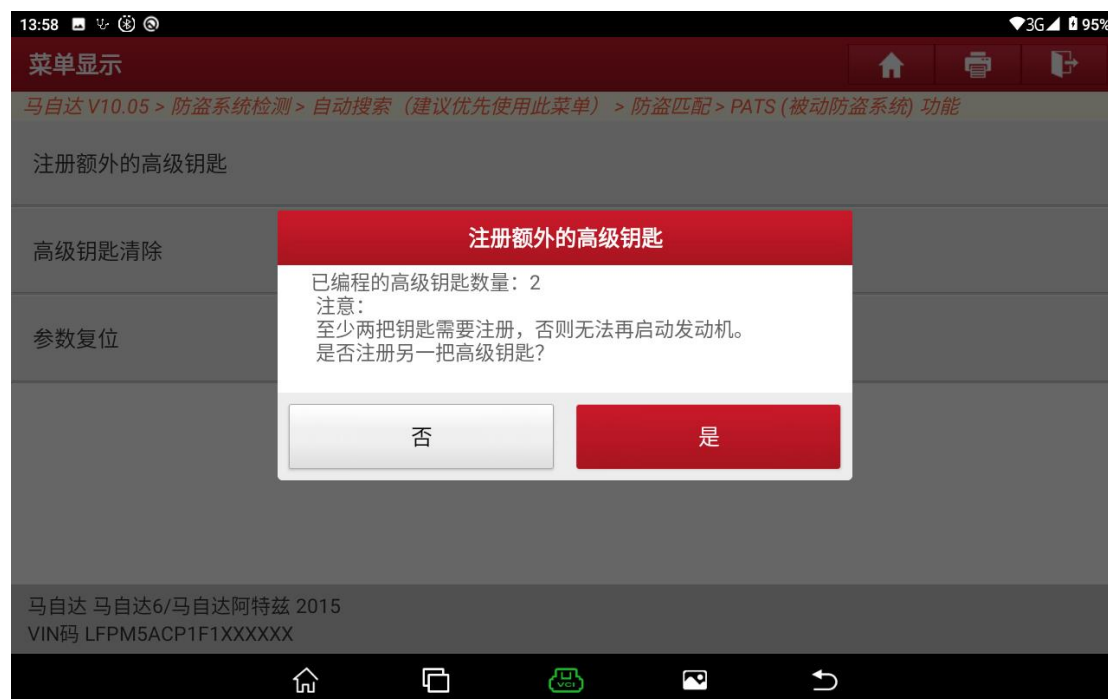

图 A18
16. 提示已经注册的钥匙数量，选择“否”进入下一步，选择“是”进入步骤 12（图 A18）；